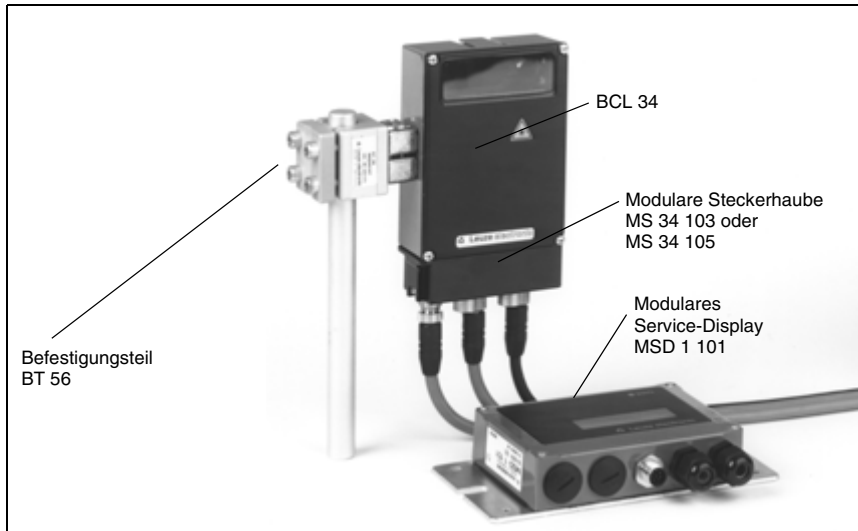

Bild 6.2: Befestigungsbeispiel BCL 34
- an den Schwalbenschwanz-Nuten unter Verwendung des entsprechenden Montagezubehörs (siehe Bild 6.2)